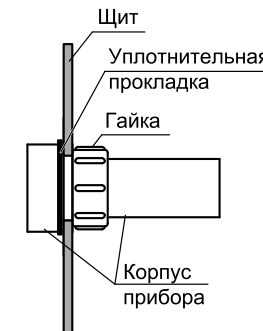

Рисунок 2 – Монтаж прибора
2. Надеть на тыльную сторону передней панели прибора уплотнительную прокладку из комплекта поставки, см. *рисунок 2*.